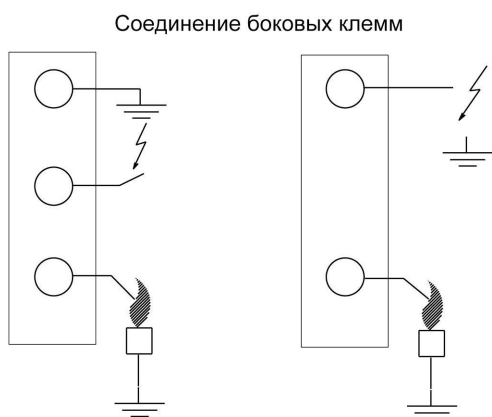

Рис. 31. Вариант соединения боковых клемм в случае искровых разрядов на землю
** См. стр. 29. рис. 31.
* См. стр. 29. рис. 31.
* См. стр. 29, рис. 31 и 32.